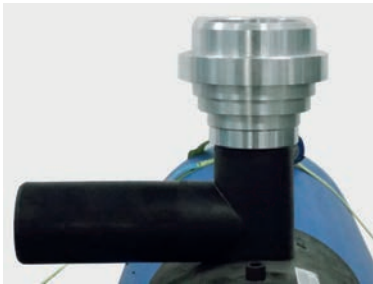
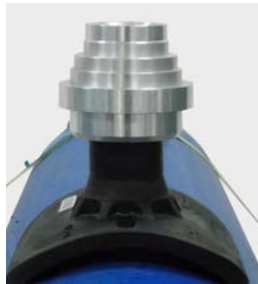

Abb. 1
Abb. 2
- Setzen Sie den passenden Adapter **(5)** (wie in Abb. 1 und Abb. 2 beispielhaft für DAA-TL und SA-TL dargestellt) auf das FRIALEN TL-Sattelformstück.